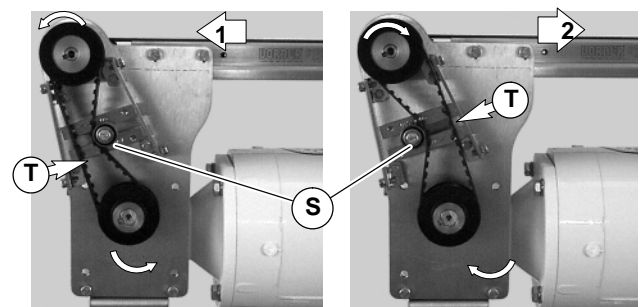

Abbildung 32
10. Je nach Laufrichtung des Fördergurtes (1 oder 2 der Abbildung 32) Lage der Zahnriemen-Spannvorrichtung S wie gezeigt positionieren. Zahnriemen so spannen, bis eine Durchbiegung von 3 mm bei einer Kraft von 4,3 N am mittleren Punkt (T) des Zahnriemens erreicht ist. Die Spannvorrichtung mit 51 Nm festziehen.